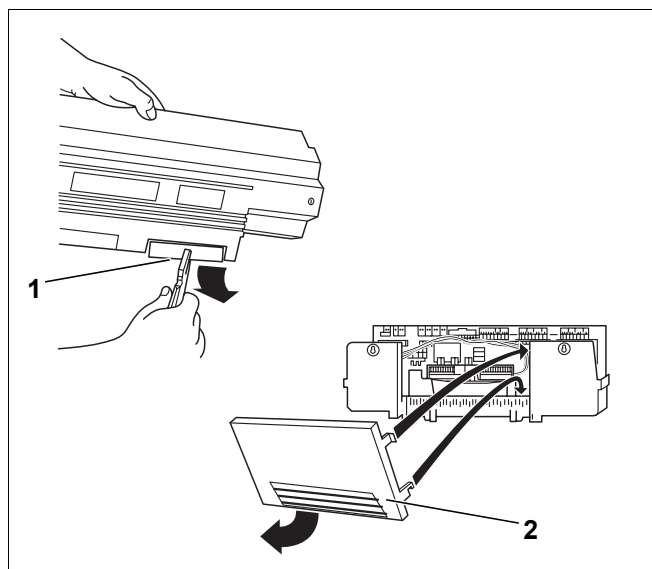

Bild 44 Vorbereitung – Kabeldurchgang
- Ausbrechteile (Bild 44, **Pos. 1**), wenn nötig, in der Rückwand des Kabeldurchgangs (Logamatic 33..) herausbrechen bzw. Rückwandteil (Logamatic 43..) abnehmen (Bild 44, **Pos. 2**).
- Rückwandteil (Logamatic 43..) mit dem unteren Haken in den Schellenrahmen einhängen und dann oben beidrücken, bis die seitlichen Haken einrasten (Bild 44, **Pos. 2**).